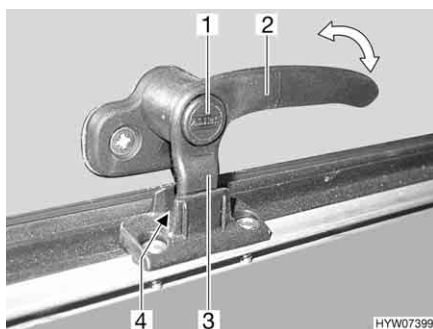
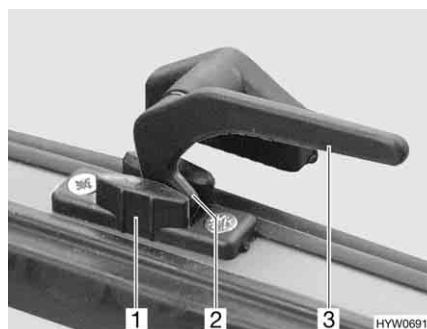

Fig. 53 Leva di serraggio con bottone di sicurezza in posizione "Aerazione continua"
Fig. 54 Leva di serraggio in posizione "Aerazione continua"
- In posizione di "Aerazione continua" (Fig. 53 e Fig. 54)
- Se presente, premere e tenere premuto il bottone di sicurezza (Fig. 53,1).
- Ruotare la leva di serraggio (Fig. 53,2 o Fig. 54,3) di un quarto di giro verso il centro della finestra.
- Girare nuovamente all'indietro la leva di serraggio. Riportare contemporaneamente il nasello di chiusura (Fig. 53,3 o Fig. 54,2) della leva di serraggio nella rientranza della chiusura della finestra (Fig. 53,4 o Fig. 54,1).
- Se presente, rilasciare il bottone di sicurezza (Fig. 53,1).